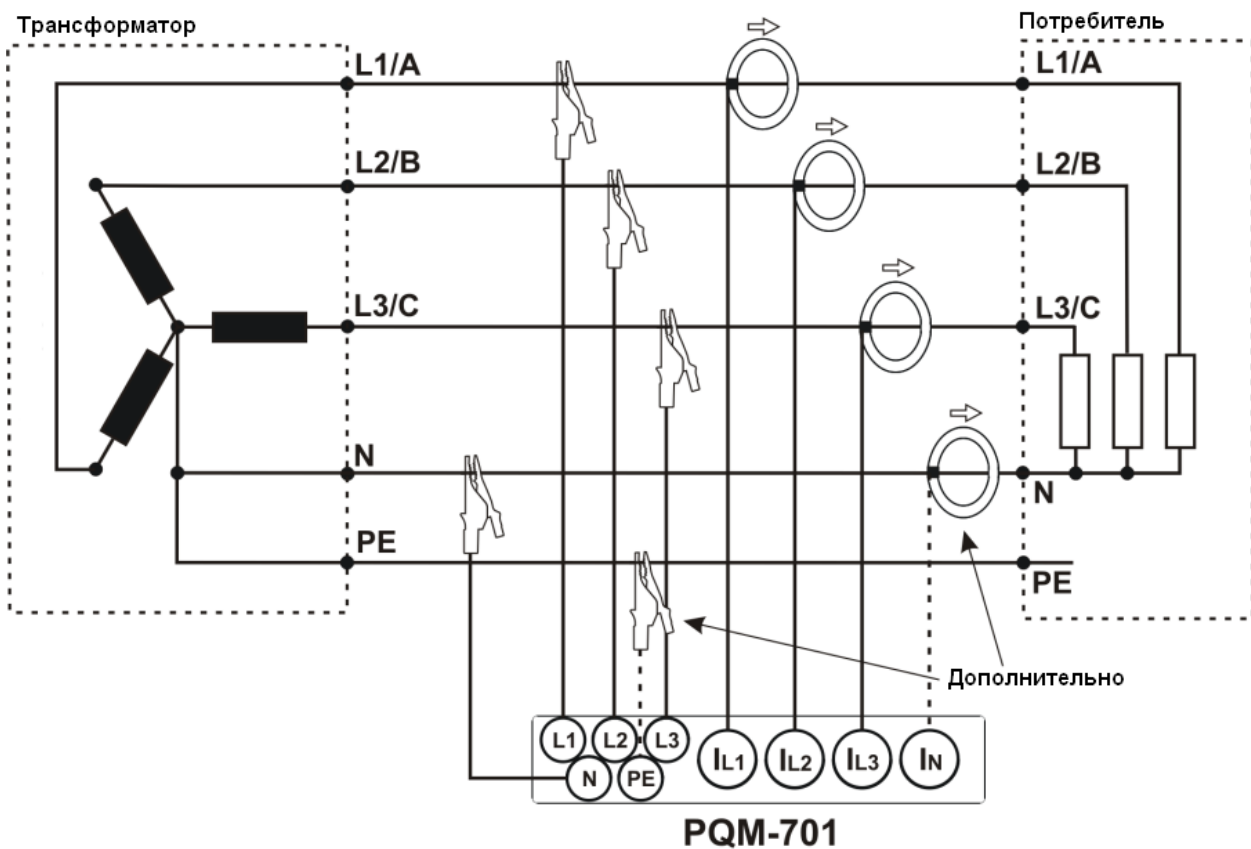

Рис. 4. Схема подключения – Трехфазная четырехпроводная ("звезда").
- Трёхфазная четырехпроводная ("звезда") (Рис. 4),
Для правильного вычисления полной мощности S_e а также коэффициента мощности PF в трехфазной 4-проводной сети обязательно измерение тока в нейтральном проводнике. В таком случае необходимо всегда включать опцию Измерение в проводнике N и подключить 4 измерительных клещей так, как это показано на Рис. 4.